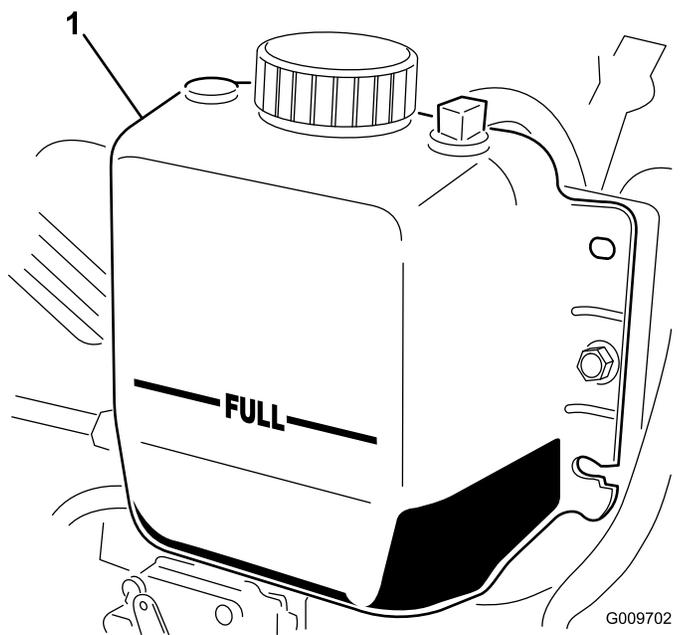

Рисунок 70
3. Проверьте уровень охлаждающей жидкости в радиаторе. Радиатор должен быть заполнен до верха заливной горловины, а расширительный бачок — до метки FULL (Полный) (Рисунок 70).